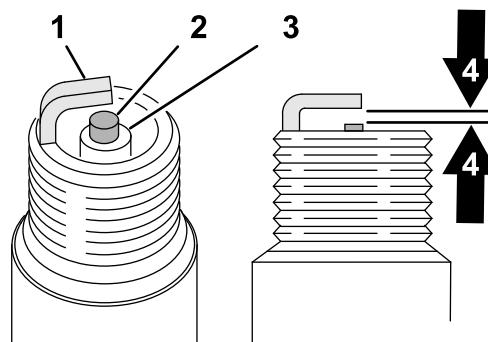

Figure 30
4. Vérifiez l'état et l'usure de la bougie (**Figure 30**).
5. Vérifiez l'écartement des électrodes à l'aide d'un calibre pour fils (**Figure 30**).